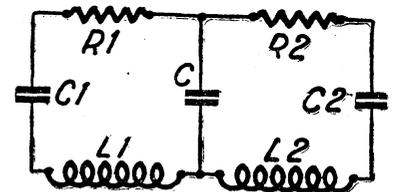

Figure 8
5) Couplage par capacité commune (fig. 8).